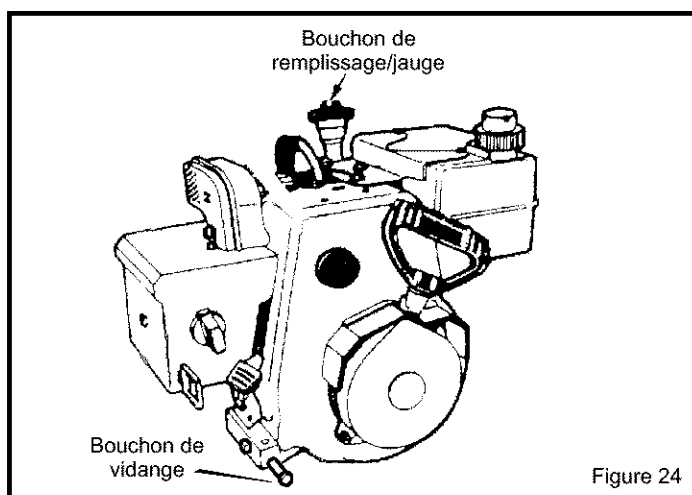

Figure 24
**Vidange de l'huile** – Placer le chasse-neige de sorte que le bouchon de vidange d'huile soit au point le plus bas du moteur. Déposer le bouchon de vidange et le bouchon de remplissage et vidanger l'huile dans un récipient approprié (Figure 24).